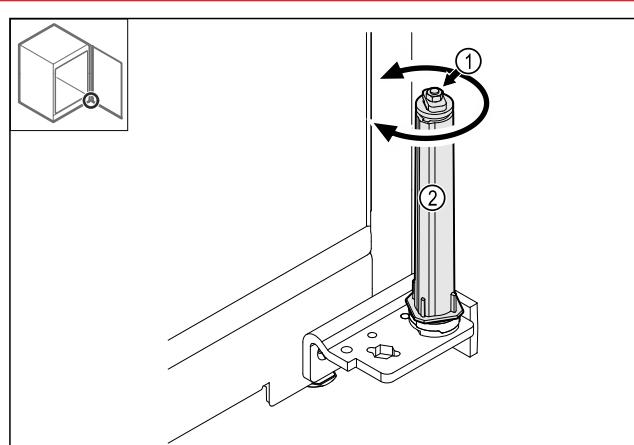

Fig. 40
► Περιστρέψτε το σύστημα κλεισίματος Fig. 40 (2), μέχρι να κάνει κλικ.